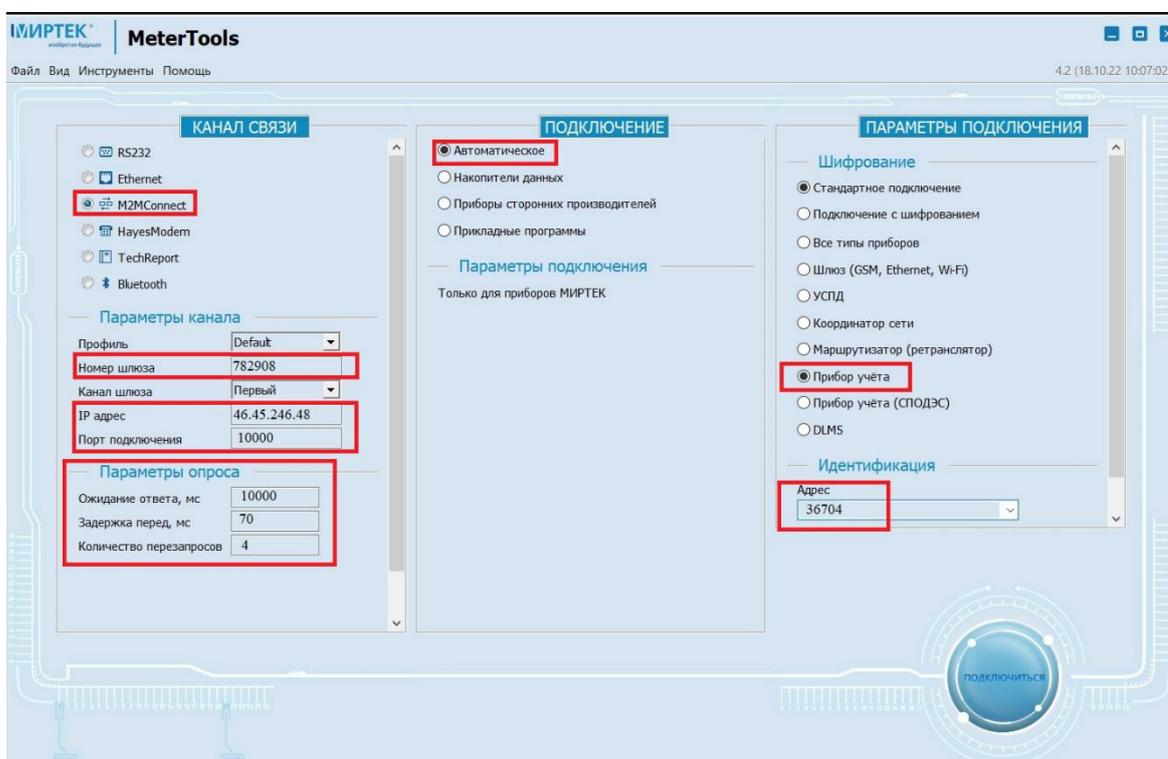

Рисунок 2.4 – Пример ввода параметров для подключения по GSM с динамическим IP-адресом.
2.2.8 После ввода необходимых параметров (рис. 2.4) нажать кнопку «Подключиться».